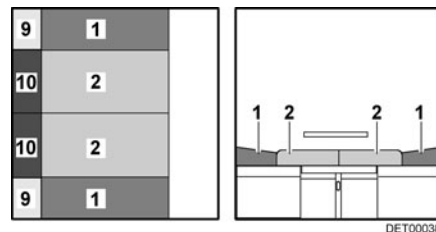

Fig. 87 Después de la transformación
- Tirar de los cojines del asiento (Fig. 87,2) hacia delante y hacia el centro.
- Colocar los cojines del respaldo (Fig. 87,1) entre los cojines del asiento y la pared.
- Colocar los cojines adicionales (Fig. 87,9) entre los cojines del respaldo y la pared.
- Colocar los cojines adicionales (Fig. 87,10) entre los cojines del asiento y la pared.